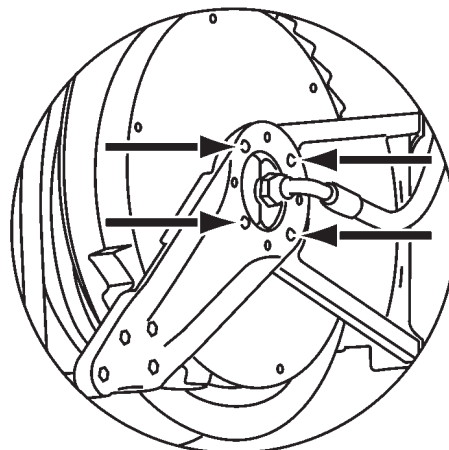

Fig. 5
3. Afloje los tornillos del brazo superior (fig. 5).